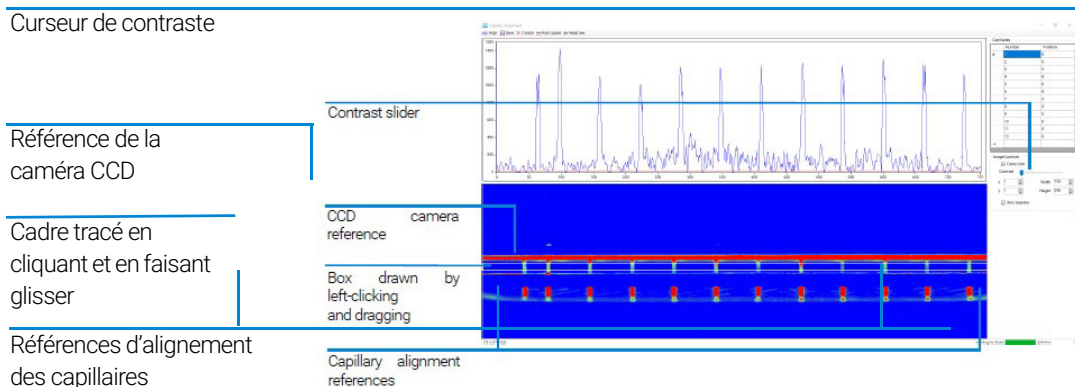

Figure 25 Affichage de l'alignement des capillaires – réinitialisation de la fenêtre
- 3 Déplacez le curseur de contraste vers la gauche pour éclaircir l'affichage (**Figure 25**).
- Tracez un cadre autour de la zone d'affichage du capillary array. Cliquez et faites glisser la zone appropriée (**Figure 25**).